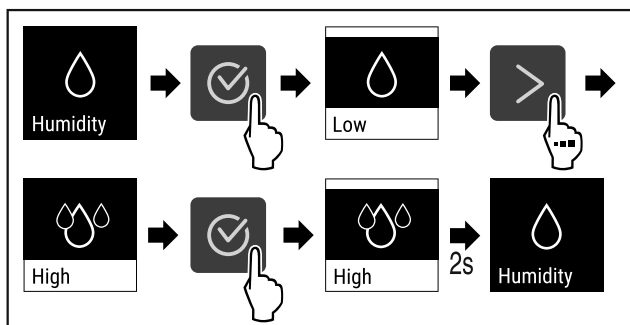

Fig. 94
- ▶ Suivre les étapes (voir Fig. 94).